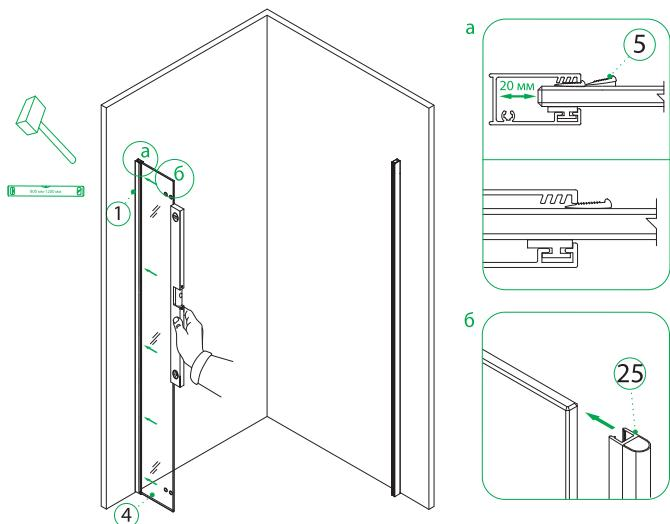

Рис. 8/8-сур.
4. Установите закаленное стекло 1930x240 мм (№4) в пристенный профиль (№1) с помощью уровня (согласно необходимой ориентации расположения двери). Слегка закрепите стекло уплотнителем EVA (№5), чтобы впоследствии можно было отрегулировать длину ограждения (рис. 8-а). После чего установите полу-круглый уплотнитель PVC (№25, рис. 8-б).